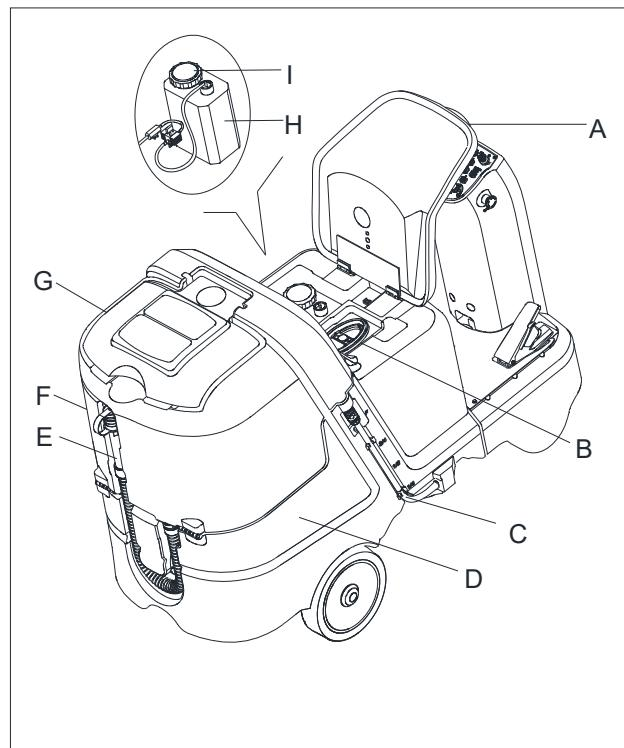

Abbildung 10
- Sitz umdrehen (A, Abbildung 10).
- (Für Maschinen ohne chemisches Mischsystem) Verwenden Sie den vorderen Einfüllstutzen (B, Abbildung 10) und/oder den hinteren Einfüllstutzen (C, Abbildung 10), um den Behälter (D, Abbildung 10) mit einem geeigneten Lösungsmittel für die durchzuführende Arbeit zu befüllen Bis zur Referenzmarkierung "F" des Mengenüberprüfungsschlauchs (C, Abbildung 10) nachfüllen. Befolgen Sie immer die Verdünnungsanweisungen auf dem Etikett des chemischen Produktes, das benutzt wird, um die Lösung zuzubereiten. Die Temperatur der Lösung darf + 40 °F (+ 104 °C) nicht überschreiten.
3. (Für Maschinen ohne chemisches Mischsystem) Verwenden Sie den vorderen Einfüllstutzen (D, Abbildung 10) und/oder den hinteren Einfüllstutzen (B, Abbildung 10), um den Behälter (C, Abbildung 10) mit einem geeigneten Lösungsmittel für die durchzuführende Arbeit zu befüllen Bis zur Referenzmarkierung "F" des Mengenüberprüfungsschlauchs (C, Abbildung 10) nachfüllen. Befolgen Sie immer die Verdünnungsanweisungen auf dem Etikett des chemischen Produktes, das benutzt wird, um die Lösung zuzubereiten. Die Temperatur der Lösung darf + 40 °F (+ 104 °C) nicht überschreiten.
1. Öffnen Sie die Abdeckung (G, Abbildung 10) und prüfen Sie, ob der Schmutzwasserbehälter (F, Abbildung 10) leer ist, ansonsten entleeren Sie ihn mit dem Ablaufschlauch (E, Abbildung 10).
2. Drehen Sie vorsichtig den Schmutzwasserbehälter (F, Abbildung 10) um.
3. Öffnen Sie die Kappe (I, Abbildung 10).
4. Ersetzen oder befüllen Sie den Behälter (H, Abbildung 10) mit jeglichem Standard-Gallonenbehälter an Reinigungsmittel, das für die durchzuführende Arbeit (hochkonzentriertes Reinigungsmittel) geeignet ist. Den Reinigungsmitteltank nicht komplett befüllen, lassen Sie ein paar Zentimeter Freiraum zum Rand.
Um einen neuen Behälter zu installieren, bestimmen Sie die Kappengröße und wenn es die kleinere Kappengröße ist, entfernen Sie den Verringungsadapter von der Schlauchkappe (I, Abbildung 10). Geben Sie den Saugschlauch in den Behälter (H, Abbildung 10). Drücken Sie fest und drehen Sie sie gleichzeitig die Kappe (I), um die Kappe wieder auf dem Behälter (H, Abbildung 10) zu befestigen. Im Falle eines neuen Systems, eines entleerten Systems für die Reinigung etc., warten Sie, bis sich die Schläuche aufgefüllt haben, bevor Sie das chemische Mischsystem starten.